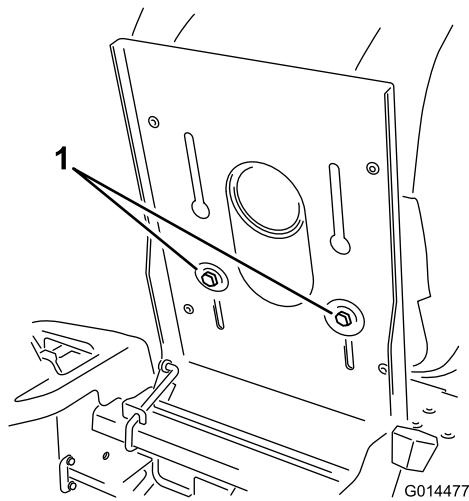

Bild 25
1. Klappen Sie den Sitz hoch und lösen Sie die Einstellschrauben etwas, um den Sitz zu bewegen (Bild 25).